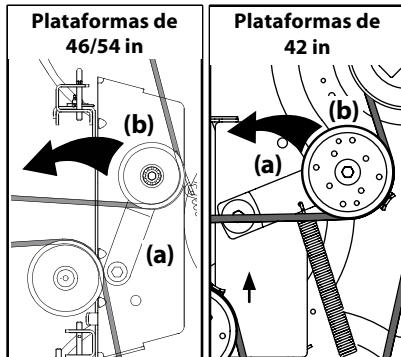
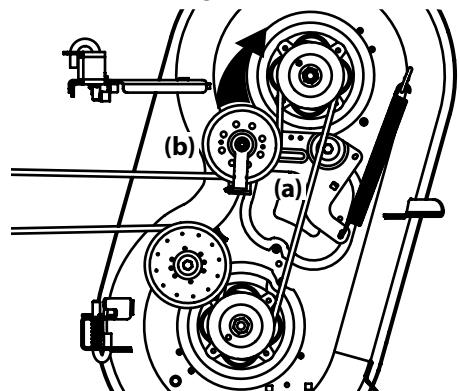

Figura 4-15
Figura 4-16
- Desde la parte media del tractor, haga girar el soporte de la polea loca (a) y la polea móvil (b) hacia atrás en las plataformas de 42/46/54 in y hacia adelante en las plataformas de 34 in solo lo suficiente para levantar la correa por encima de la polea del husillo. Consulte la Figura 4-15 para las plataformas de 42/46/54 in y la Figura 4-16 para las plataformas de 34 in.